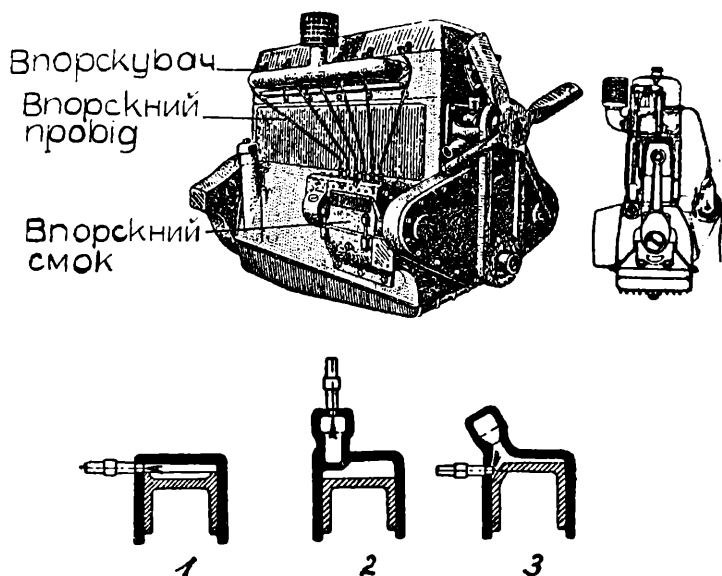

Рис. 36. Рушій Дізеля.
На рис. 36 вгорі вліво бачимо зовнішній вигляд рушія, на право поперечний переріз через циліндер. На перший погляд він зовсім подібний до бензинового рушія, однак при ближім розгляді знаходимо великі різниці в конструкції, діланню і обслузі.
повітря. Щоб паливо цілковито спалилося, мусить воно добре вимішатися зі стисненням повітрям в циліндрі. Для досягнення цього і для зменшення впорського тиску надається внутрішній стороні голови рушія Дізеля або толокові особливу форму. На рис. 36 (1) бачимо конструкцію з прямим впорском, при чому толоч має відповідне вижолблення. Рис. (2) представляє конструкцію зі вступною коморою. а рис. (3) конструкцію зі збірничком повітря перед циліндром.